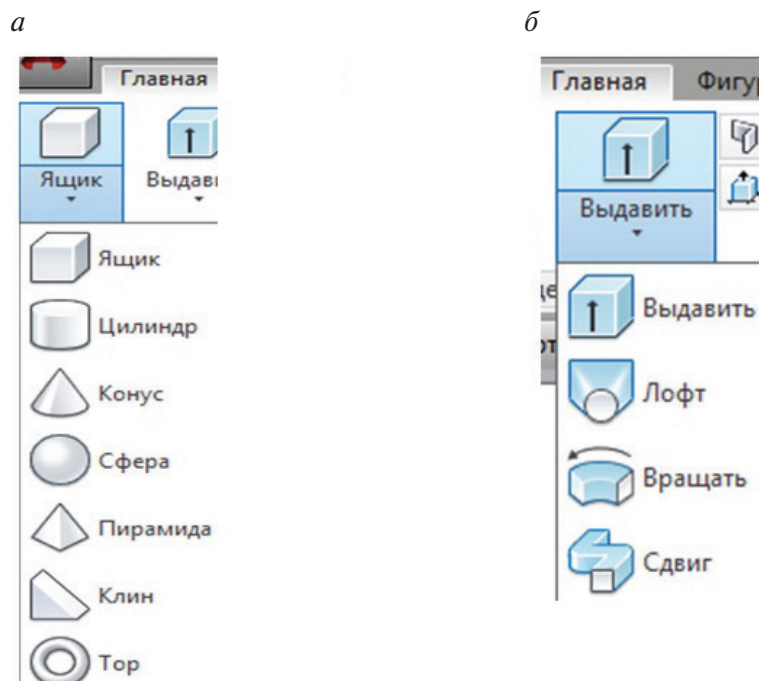

Рис. 3.1.2. Вкладка **Главная**. Панель инструментов **Моделирование**:
- команды создания 3D-тел: ящик, цилиндр, конус, сфера, пирамида, клин, тор (рис. 3.1.2, а);
- команды, позволяющие из двумерных объектов создать трехмерные тела путем выполнения логических операций выдавливания, вращения, сдвига и лофтинга (рис. 3.1.2, б);
Рассмотрим последовательность создания 3D-моделей из двумерных объектов логическими операциями панели инструментов **Моделирование** (рис. 3.1.2, б).